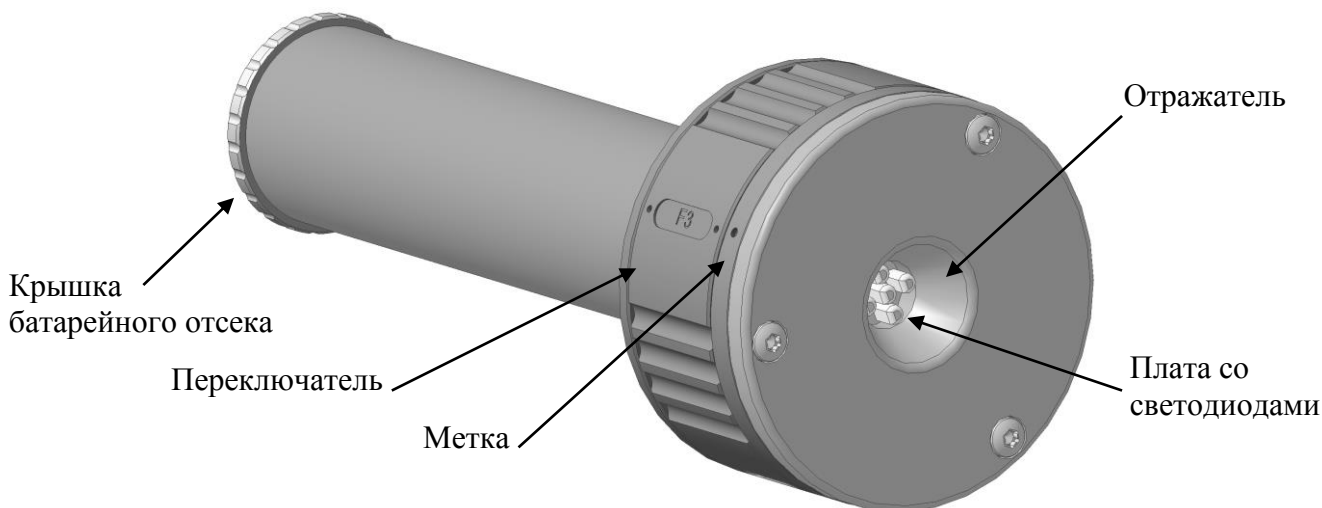

Рисунок 2 – Внешний вид излучателя
Излучатель представляет собой алюминиевый корпус, состоящий из отражателя, платы электронной со светодиодами, переключателя режима работы и крышки батарейного отсека, см. рисунок 2. Отсек с аккумуляторной батареей залит компаундом.
Включить излучатель поворотом переключателя до совмещения метки на корпусе с надписью «F1» или «F2» или «F3» (рис. 2), светодиоды при этом должны мигать. Направить излучатель на лицевую поверхность извещателя. Удерживать излучатель до момента перехода извещателя в
Включить излучатель поворотом переключателя до совмещения метки на корпусе с надписью «F4» (рис. 2), светодиоды при этом должны мигать. Направить излучатель на лицевую поверхность извещателя. Удерживать излучатель до момента перехода извещателя в режим «Неисправность». При этом индикатор извещателя переключится в режим частого мигания. Реле НЕИСПРАВНОСТЬ отключено.
3. Открутить крышку батарейного отсека, см. рисунок 2.